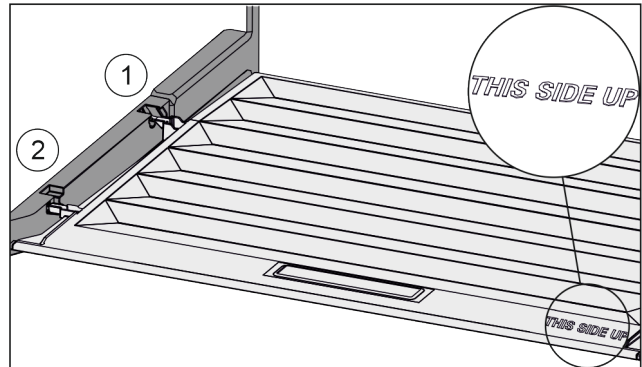

Fig. 85
- ▶ Пъхнете шийките на капака през отвора в задния държач Fig. 85 (1) и фиксирайте отпред в държача Fig. 85 (2).